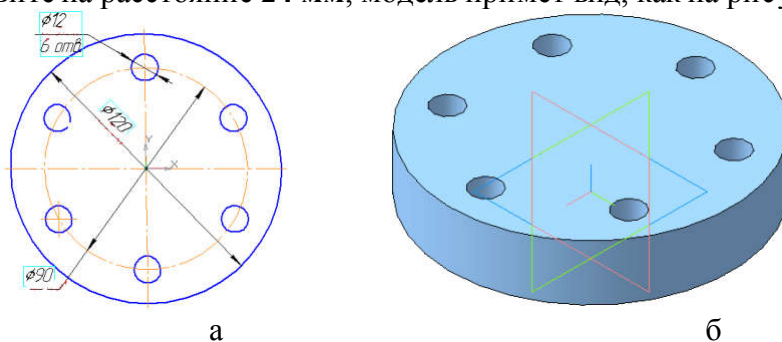

Рисунок 1 – Основание фланца
3. В файле выполнить построение детали «Корпус» (см.прилож.14, рис.1):
- 1.Выполнить ассоциативный рабочий чертеж детали «Опора» (см.прилож.10, рис.1),
На плоскости **XУ** создайте эскиз нижнего основания фланца (рисунок 1а) и выдавите на расстояние **24 мм**, модель примет вид, как на рисунке 1б.